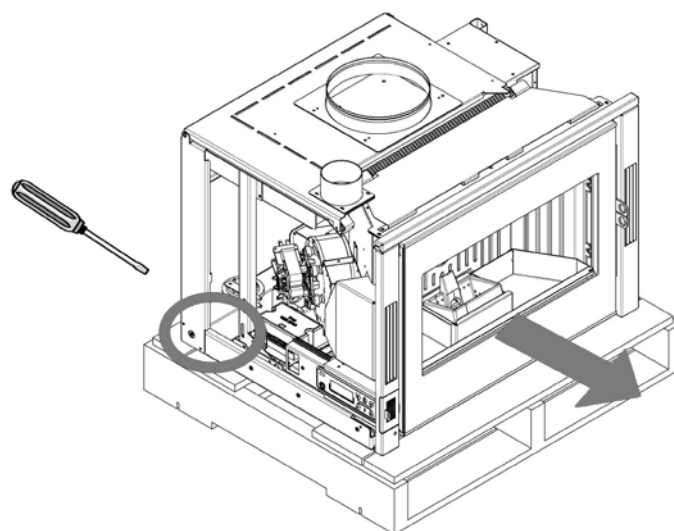

Fig. 1 - Extracción de los tornillos
- Extraiga los tornillos fijados en la base del inserto (véase **Fig. 1**) y a continuación retire de la bancada.